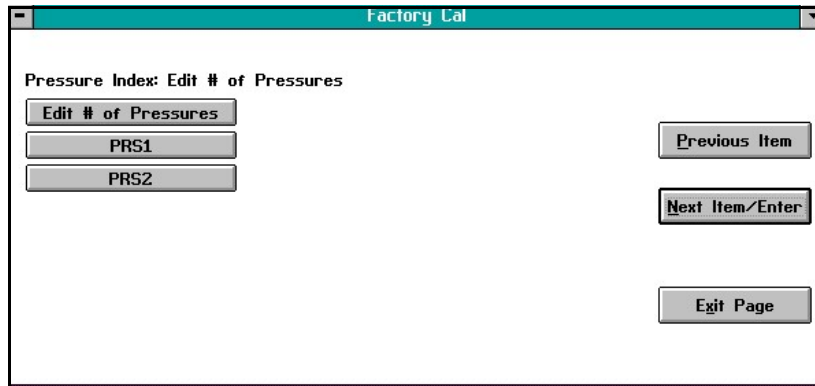

Figura 43: Janela Editar # Pressões
Quando você clicar no botão acima *Sim Figura 42 na página 46*, uma janela similar *Figura 43* abre abaixo.
Acima *Figura 44*, insira o número de pressões para o qual você tem os dados de compensação. Em seguida, pressione o botão *Próximo Item/Enter* para retornar à janela *Figura 43* acima.
Para começar a inserir seus pontos de dados para cada uma das curvas de compensação da pressão, clique no botão *PRSI* em *Figura 43* na *página 47* para abrir uma janela similar a *Figura 45* abaixo.
4. Clique no botão Sair da Página para retornar a *Figura 43 na página 47*.
5. Repita o procedimento começando em *Figura 43 na página 47* até que tenha inserido os dados de cada uma das pressões listadas.
6. Clique no botão Sair da Página em *Figura 43 na página 47*.